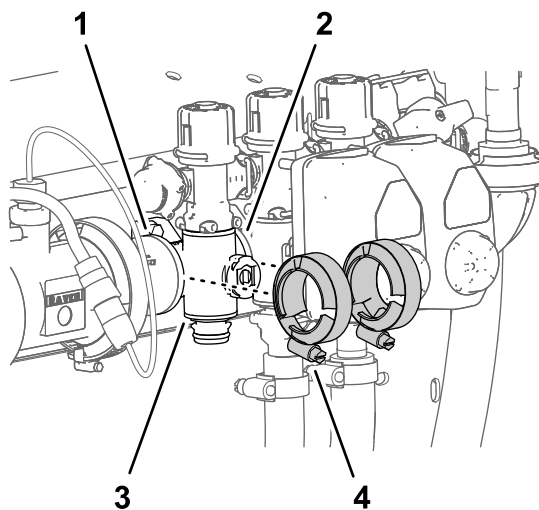

図 117
4. 個別boomマニホルドバルブの取り外し (ページ 73)で取り外したフランジクランプを、boomバルブマニホルドのフランジと、もう1つのboomバルブまたはカップリングアダプタのフランジの間に入れる図 117。
7. フランジクランプ2個を手締めする図 117。